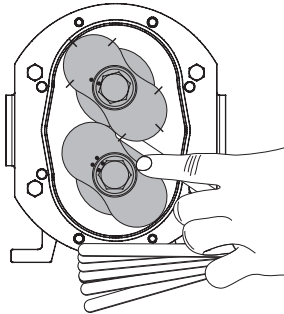

Figure 16
1. Mesurer les espaces interlobes avec un jeu de cales d'épaisseur dans les positions indiquées à la figure 16. Si ces jeux sortent des limites indiquées au § 7.2 (colonne "interlobe"), il est nécessaire de resynchroniser les lobes.